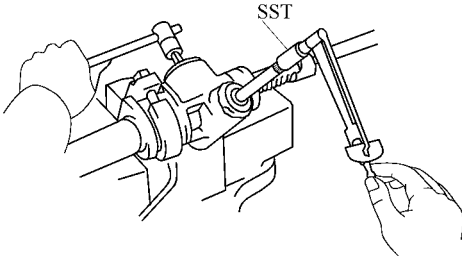

图 16-33 测量从空挡位置开始一圈内的总预紧力矩
3) 使用转向蜗杆轴承调整套筒和扭力计在两个方向测量从空挡位置开始一圈之内的总预紧力矩，如图 16-33 所示。